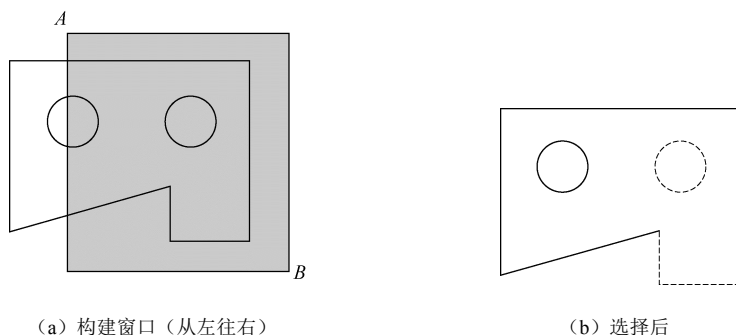

图 2-23 “窗口方式”选择对象
(1) 选取方式。直接移动拾取框到被选对象上单击，可逐个地拾取所需的对象，而被选择的对象将亮显，按 **Enter** 键可结束对象的选择。这是系统默认选择对象的方法。
(2) 窗口方式。该方式通过指定两个角点确定一矩形窗口，完全包含在窗口内的所有对象将被选中，与窗口相交的对象不在选中之列，如图 2-23 所示。操作时应先拾取左上（或左下）角点，后拾取右下（或右上）角点，即应从左往右构建窗口。